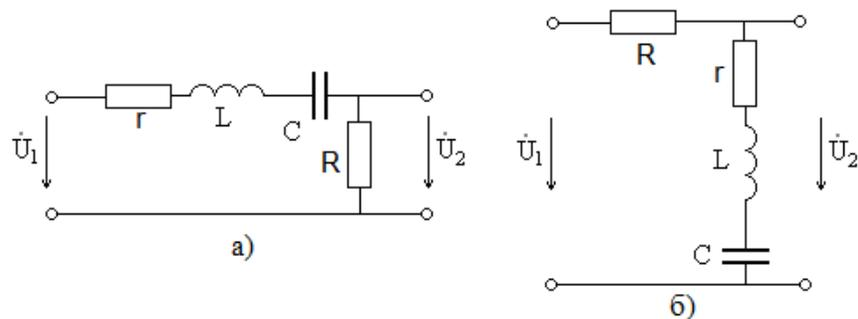

Рис. 26
2. В программе WorkBench проведите моделирование частотных фильтров, схемы которых показаны на рис. 26а (полосовой фильтр) и рис. 26б (режекторный фильтр). Параметры контура указаны в п. 1 и $R = [7 + 5 \cdot \sin(N + G)]$ кОм
3. Проведите **расчет** в координатах обобщенной расстройки АЧХ цепи рис. 26а для четных номеров студента N или рис. 26б для нечетных N . Преобразуйте полученные формулы в координаты частоты f , постройте график, сравните его с результатами моделирования.